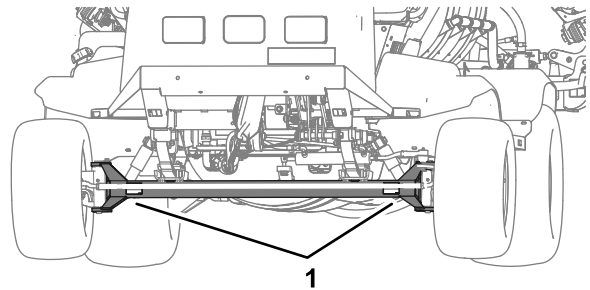
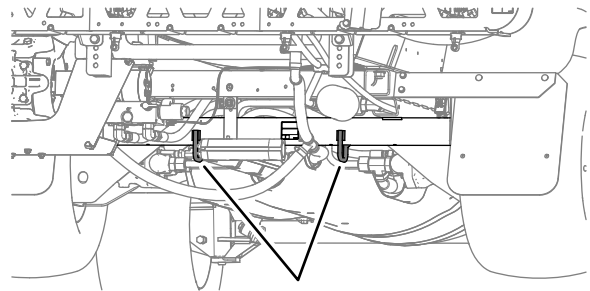

図 55
図 56
- 本機をトラックなどに載せて確実に固定する 図 55 と 図 56 に示すロープ掛けポイントを利用する。